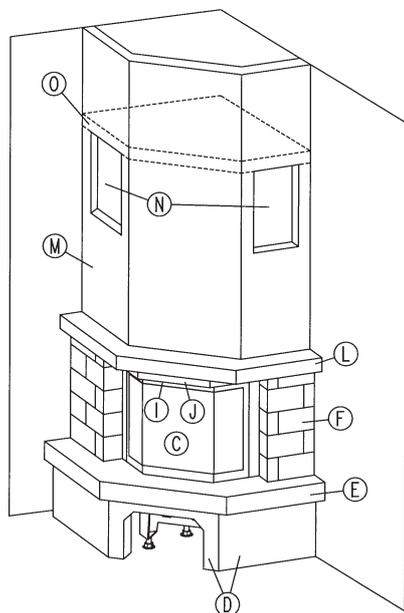

Abb. 11
- 14.4 Legen Sie dann die Promasilplatten der Zwischendecke auf das Schürzenunterteil sowie auf die hinteren Dämmplatten bündig und waagrecht auf. Die Einzelteile der Zwischendecke müssen dicht miteinander verklebt sein! Auf die Zwischendecke setzen Sie die Schürze weiter bis zur Zimmerdecke. **(Abb. 11)**